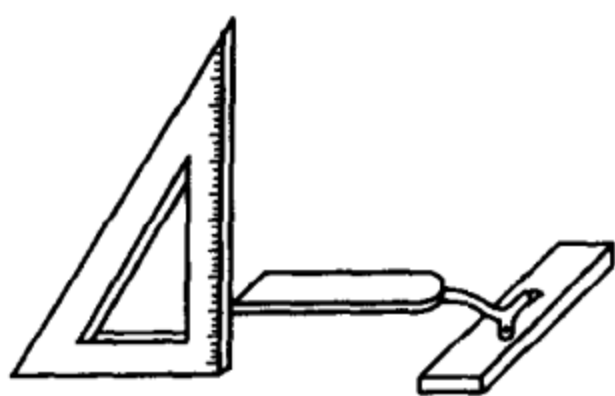

图 2-7 用角尺测试叶片
1) 木质叶片角度校正。发现吊扇叶片在运转时有振动现象和伴有噪声，首先应切断电源，找根适当的长竹杆作标尺，以吊扇下面地坪作基准，任选一片叶片，测量地坪与叶片之间高度，并用粉笔在竹杆上标上记号，然后拨动其他三片叶片逐一比较，把其测出误差最大的一片进行角度校正。由于叶片的叶根（叶脚）是铸铁制的，叶片又是木质的，不能扭正叶片角度，只能把误差最大的一片叶根处三条紧固螺钉轻轻地旋松，衬垫适量的纸片来达到校正角度的目的，直到能正常运转为止。如上述校正达不到要求时，则需拆下所有风叶，放在平整的桌面上，任选一叶片，用角尺测量其端部的高度，如图 2-7 所示。记下测试时每片叶片的数据，将其中误差最大的叶片衬垫适量纸片进行校正，直到恢复正常运转。